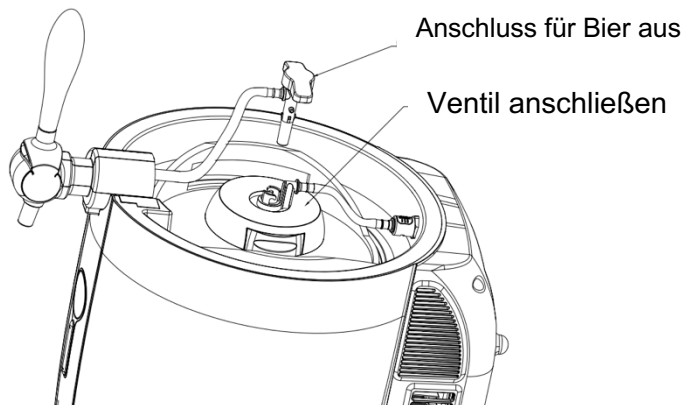

Abbildung 13
2. Drücken Sie das Schnellverbindungsstück am Ende der Bierleitung auf die Zapfanlage, drehen Sie gleichzeitig das Verbindungsstück gegen den Uhrzeigersinn aus der Einrastposition des Zapfhahns und ziehen Sie das Verbindungsstück heraus (wie in Abbildung 13 dargestellt).